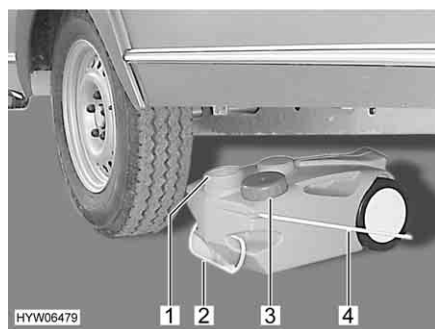

Fig. 194 Depósito de aguas residuales, con ruedas
- Cerrar la abertura del depósito de aguas residuales (Fig. 194,1) con la tapa (Fig. 194,3).
- Extraer el depósito de aguas residuales por el tirador (Fig. 194,2).
- Abatir hacia arriba el tirador (Fig. 194,4) y colocar el depósito de aguas residuales.